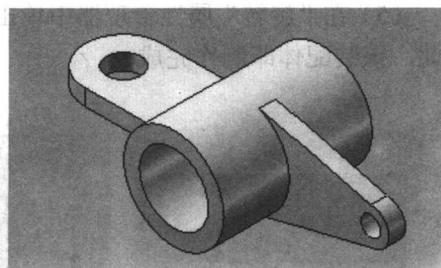

图 1-16 等轴侧效果
(9) 将视图设置为“等轴侧”视图后的效果如图 1-16 所示。至此, 该装配体即制作完成。